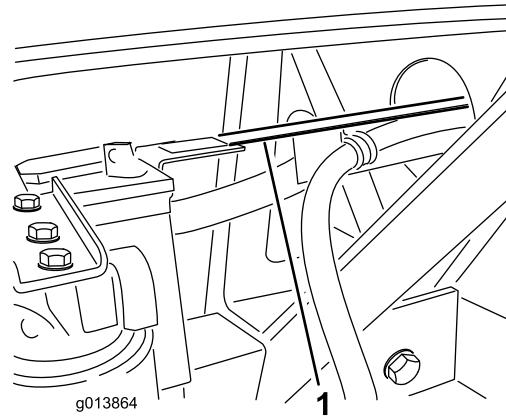

Bild 10
- Die Schlauchführung sollte über der Lasche von der vertikalen Stütze des Batteriefachs sitzen (Bild 10). Wenn die Löcher in der Schlauchführung nicht mit den Löchern in der Batteriefachlasche übereinstimmen, können Sie die Länge der Schlauchführung einstellen. Lösen Sie die Schrauben, mit denen die Schlauchführung an der Halterung des Hydraulikbehälters befestigt ist, und schieben Sie die Schlauchführung nach vorne oder hinten.
- Befestigen Sie die Schlauchführung mit zwei Schrauben (1/4 x 3/4 Zoll) und Bundsicherungsmuttern an der Lasche des Batteriefachs (Bild 10).